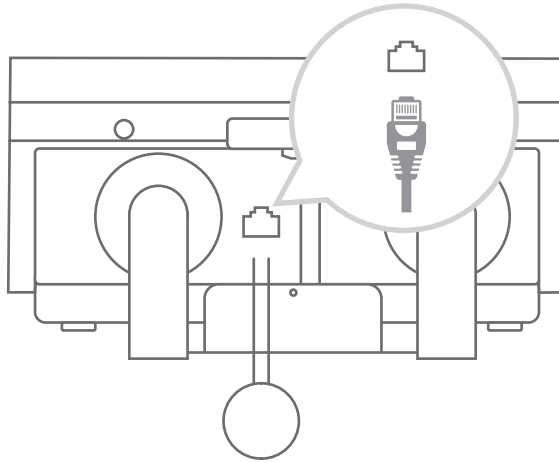
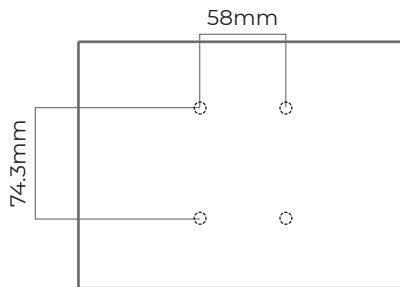

Abb. 5-18
Abb. 5-19
2. Stecken Sie den RJ45-Stecker in den Netzwerkanschluss. (Siehe Abb. 5-18)
Tippen Sie auf „Laden planen“ (siehe Abb. 5-17). Aktivieren Sie „Laden planen“. Wählen Sie „Fester Zeitplan“, um eine feste tägliche Laderoutine festzulegen (siehe Abb. 5-18). Wählen Sie „Benutzerdefinierter Zeitplan“, um verschiedene Ladezeiten für jeden Tag festzulegen (siehe Abb. 5-19).